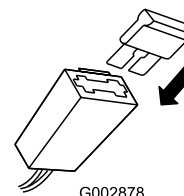

Figura 30
- Insira o fusível no porta-fusíveis (Figura 30).